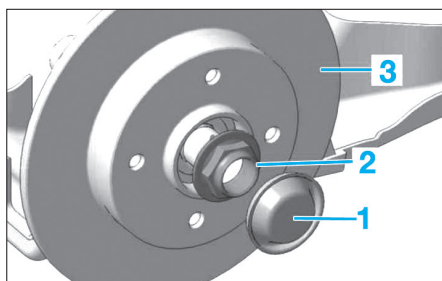

Fig. 10
- Déposer le capuchon (1) (Fig.10).